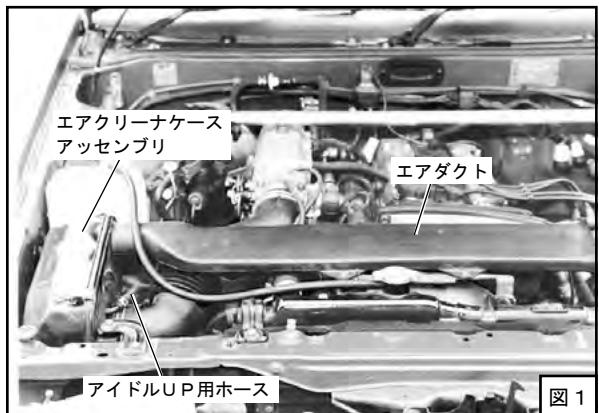
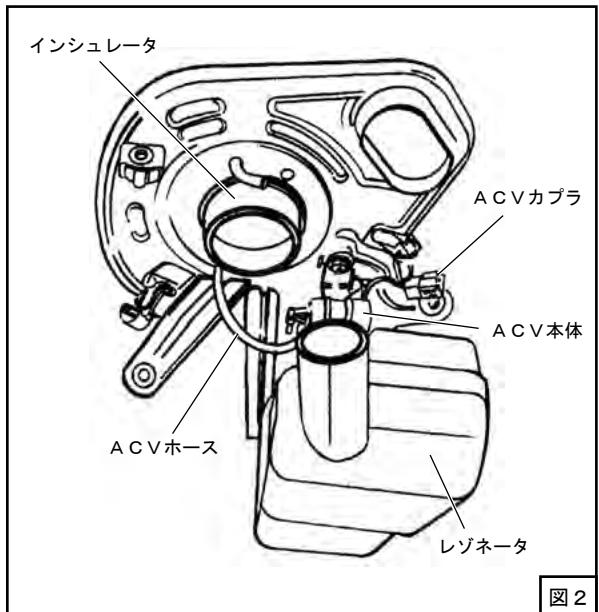

図1
図2
- (1) バッテリのマイナス端子（-）からケーブルターミナルを取り外してください。
- (2) エアダクトを取外してください。（図1）
- (3) アイドルUP用ホース、ACVホースとカプラを外して、エアクリーナケースアッセンブリをレゾネータと一緒に取外してください。（図1、図2）
- (4) エアクリーナケースアッセンブリよりACV本体を取り外してください。（ACV本体、ボルトM6再使用します）
この時、エアクリーナケース側にインシュレータが残っている場合は取外してください。（再使用します）（図2）